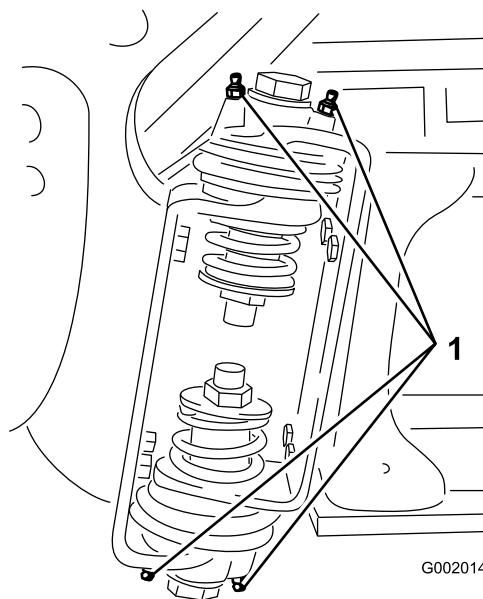

图 65
2. 将润滑脂通过黄油嘴打入到各个轴承或轴套中 (图 65).